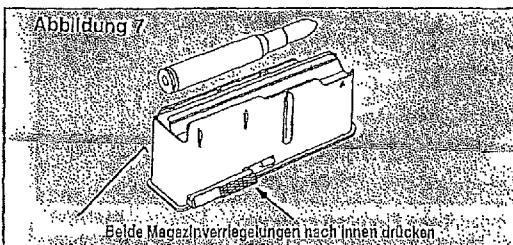

Abbildung 7
5. Beide Magazine am Magazinkasten abnehmen. Abbildung 7.
6. Vier Patronen in das Magazin laden. Rückseite des Magazinkastens. Abbildung 7.
5. Beide Magazinverriegelungen nach innen drücken und den Magazinkasten aus der Schußwaffe herausnehmen. Siehe Abbildung 7.
6. Vier Patronen des richtigen Kalibers eine zur Zeit in den Magazinkasten laden, dabei die Patronen in Richtung auf die Rückseite des Magazins schleben. Wenn die Schußwaffe ein Modell Magnum ist, können nur drei Patronen geladen werden. Die Kugeln in Richtung auf die Kammer ausrichten. Siehe Abbildung 7.
6. Beide Magazinverriegelungen nach innen drücken und den Magazinkasten aus der Schußwaffe herausnehmen. Siehe Abbildung 7.